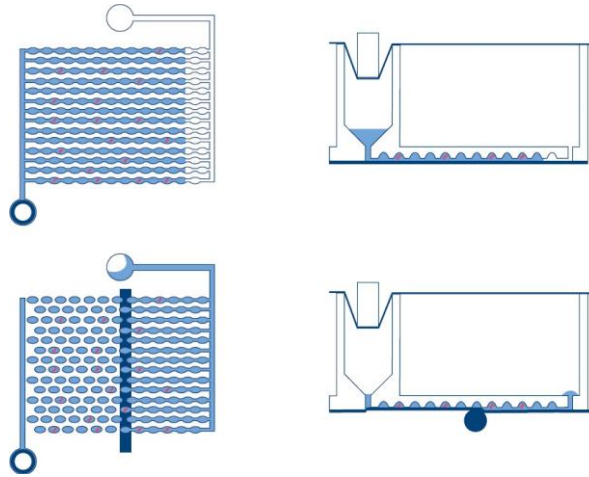

Figure 1. Schéma de remplissage et de séparation d'un puits.
- **Séparation :** dans le premier module de l'instrument, les microcanaux et les compartiments de la plaque sont remplis de l'échantillon et du mélange réactionnel dPCR. Pour ce faire, des pinces à piston compriment le joint supérieur élastique de la nanoplaque sur chaque puits. Cela crée une pression positive qui pompe le liquide du puits d'entrée dans les microcanaux et les compartiments. Ensuite, les canaux de communication entre les compartiments sont scellés par l'activation d'un adhésif sensible à la pression dans le cadre d'un processus de roulement contrôlé par la pression (voir Figure 1).
- Imagerie :** La dernière étape du processus est l'acquisition de l'image, qui capture le signal de chaque compartiment des puits de la nanoplaque. En mode Utility (Utilitaire), l'utilisateur peut configurer les canaux de détection et les paramètres d'imagerie à l'aide de la fonctionnalité de configuration d'expérience de la suite logicielle. En mode IVD (DIV), les réglages d'imagerie sont pré-réglés de manière à optimiser les conditions et ne nécessitent aucune configuration de la part de l'utilisateur. Les séparations qui contiennent une molécule cible émettront une fluorescence plus intense que les compartiments sans cible (voir Figure 1). Pour plus de détails et de spécifications sur le système d'imagerie, voir section 8 Spécifications techniques.